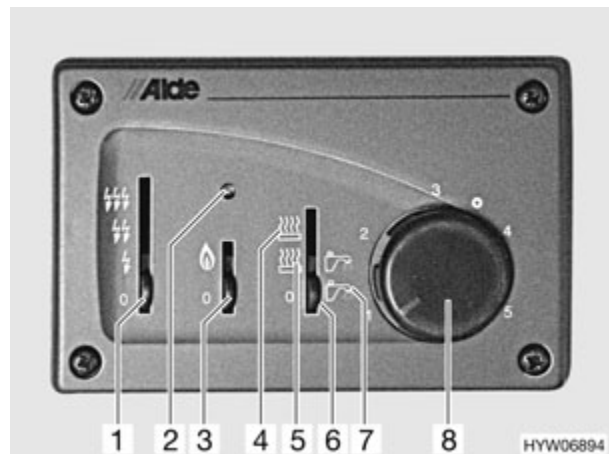

Fig. 108 Unité de commande pour chauffe-eau
- Eau chaude (Fig. 108,7)
- Chauffage et eau chaude (Fig. 108,5)
- Chauffage (Fig. 108,4)
- Régler le mode de fonctionnement à l'aide de l'interrupteur à curseur (Fig. 108,6).
- Régime au gaz (Fig. 108,3)
- Régime électrique à 230 V (Fig. 108,1)
- Régler l'interrupteur à curseur (Fig. 108,3) sur régime au gaz.
- Régler l'interrupteur à curseur (Fig. 108,6) sur "Eau chaude" (Fig. 108,7) ou sur "Chauffage et eau chaude" (Fig. 108,5).
En cas de dysfonctionnement, le voyant de contrôle rouge (Fig. 108,2) s'allume.
- Régler l'interrupteur à curseur (Fig. 108,3 et 6) sur "0".
- Régler l'interrupteur à curseur (Fig. 108,1) sur régime électrique.
- Régler l'interrupteur à curseur (Fig. 108,1 et 6) sur "0".
- Régler l'interrupteur à curseur (Fig. 108,1, 3 et 6) sur "0".